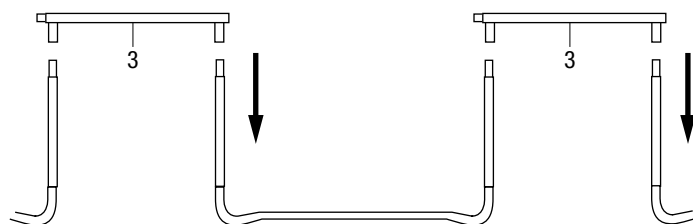

fig. 3.1
- a) Per eseguire questa fase di montaggio si ha bisogno di un aiutante. Una persona tiene il gruppo di sostegno di cui alla fase 2 in una posizione verticale ed inserisce le gambe d'appoggio di una tubatura del telaio con gamba d'appoggio (3) su una gamba fissa del gruppo di sostegno. L'altra persona tiene ferma l'altra estremità ed inserisce il pezzo nell'altro gruppo di sostegno. A questo punto sono disponibili 2 gruppi di sostegno che vengono tenuti insieme da una tubatura superiore del telaio con gambe d'appoggio. (Fig. 3.1)